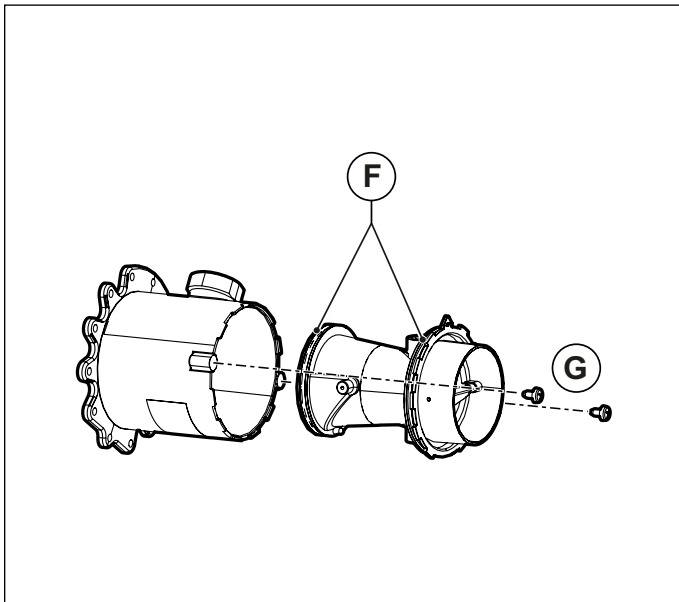

Fig. 44 Cuerpo de plástico del mezclador
- Extraer el cuerpo de plástico del mezclador desatornillando los dos tornillos de fijación **G** (ver Fig. 44 Cuerpo de plástico del mezclador).
- Atornillar el cuerpo de plástico en el mezclador con los tornillos de fijación **G**, prestando atención a no dañar las juntas tóricas **F** y respetando la orientación de montaje (ver Fig. 44 Cuerpo de plástico del mezclador y Fig. 45 Orientación de montaje).